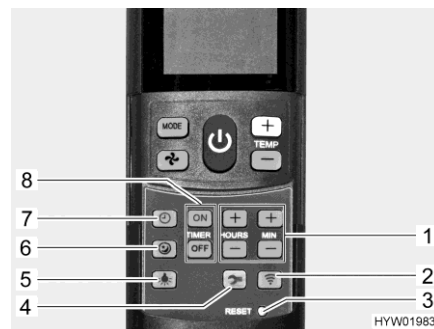

Bild 193 Fernbedienung mit Einstell-tasten (Klimaanlage)
- Taste Sanftlauf (Bild 193,6) drücken. Im Kühlbetrieb läuft das Gebläse dann mit niedriger Drehzahl und deshalb besonders leise.
- Taste Uhrzeit (Bild 193,7) drücken.
- Mit den Tasten (Bild 193,1) Stunden und Minuten einstellen.
- Taste "ON" (Bild 193,8) drücken.
- Tasten für die Zeiteinstellung (Bild 193,1) drücken, bis die gewünschte Zeitspanne bis zum Einschalten erreicht ist.
- Taste "OFF" (Bild 193,8) drücken.
- Tasten für die Zeiteinstellung (Bild 193,1) drücken, bis die gewünschte Zeitspanne bis zum Ausschalten erreicht ist.
- Taste "ON" oder Taste "OFF" (Bild 193,8) erneut drücken.
- Taste Licht (Bild 193,5) drücken. Das Licht wird mit der zuletzt eingestellten Dimmstufe eingeschaltet.
- Taste Licht (Bild 193,5) drücken und gedrückt halten, bis die gewünschte Helligkeit erreicht ist.
- Taste Licht (Bild 193,5) drücken.
- ▷ Die Taste Setup (Bild 193,4) dient dazu, die Fernbedienung bei der ersten Inbetriebnahme mit der Klimaanlage zu verbinden.